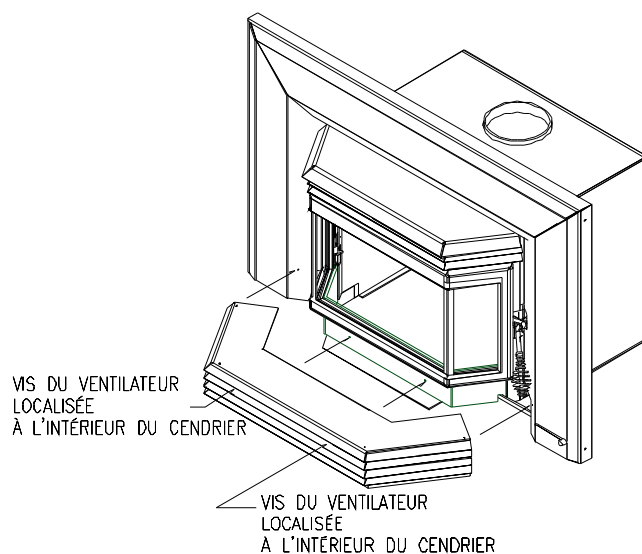

Figure 2.9
6. À l'usine, on a attaché le ventilateur à l'appareil à l'aide d'attaches; pour fixer le ventilateur définitivement, voir la Figure 2.9.